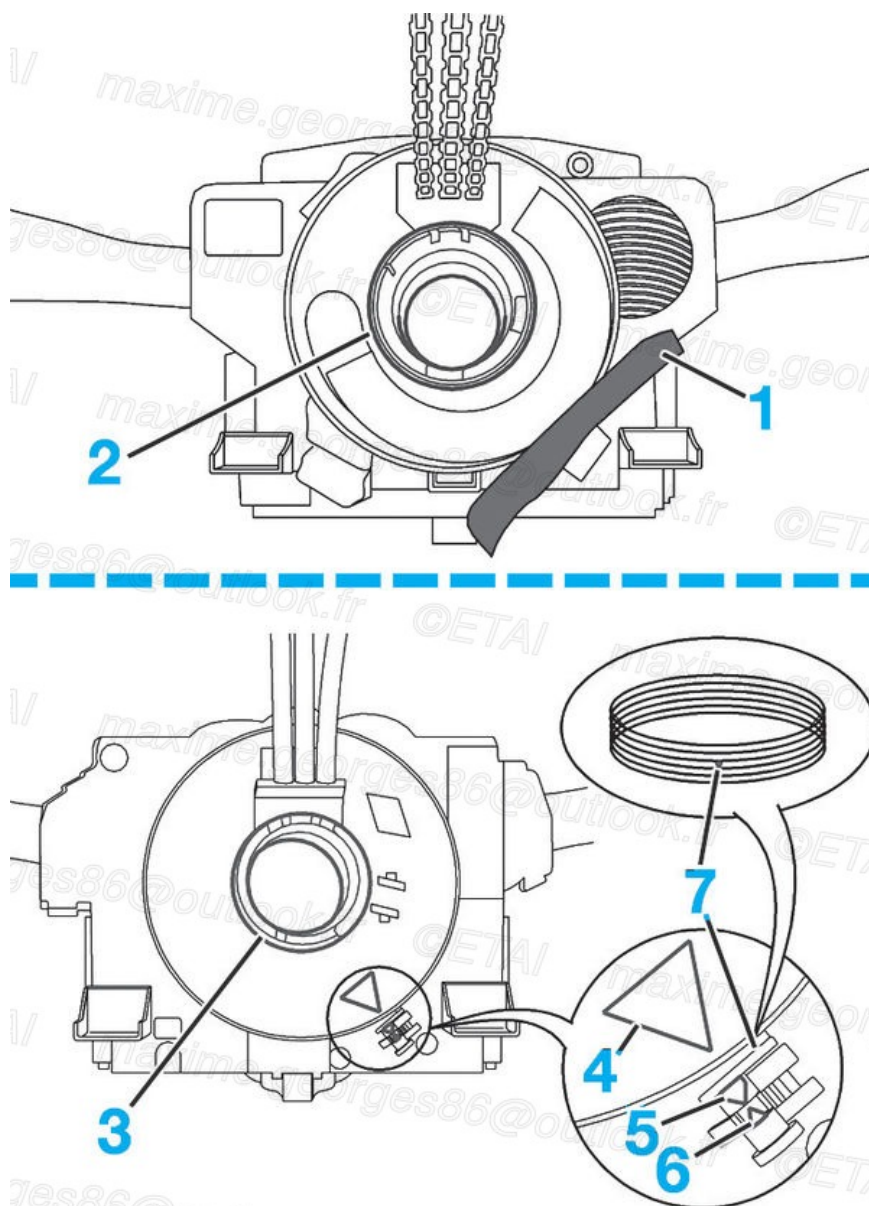

Fig.6
- Il est immobilisé par une étiquette de garantie (1) déchirable pour un produit VALEO (anciennement SYLEA) (Fig.6) (/media/RTA/RTA\_714/RTA714A-006-006X.jpg).
- Appuyer au centre du contacteur tournant (2) ou (3) (Fig.6) (/media/RTA/RTA\_714/RTA714A-006-006X.jpg).
- Sur l'ensemble Delphi, vérifier l'alignement des 3 triangles de repérage (4, 5 et 6) et la position de l'aiguille dans la 3e rainure (7).